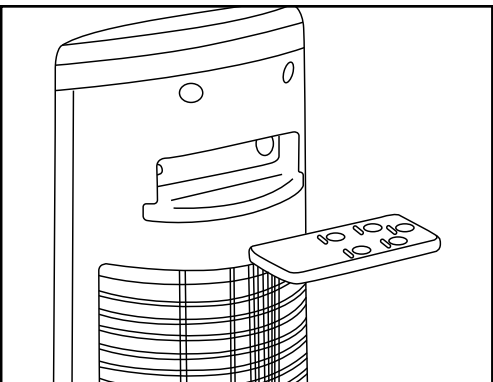

Fig. 6
- Cuando se haya terminado de utilizar el aparato, apagarlo pulsando el botón ON/OFF (I) del panel de control (A) o del mando a distancia (G) y luego desconectar el enchufe de la toma de corriente.
- El mando a distancia se puede guardar en la ranura colocada en la parte trasera del aparato (Fig. 6).